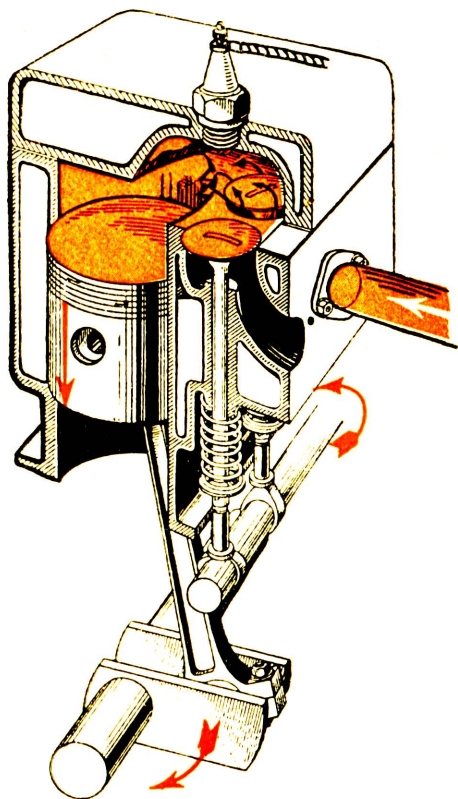
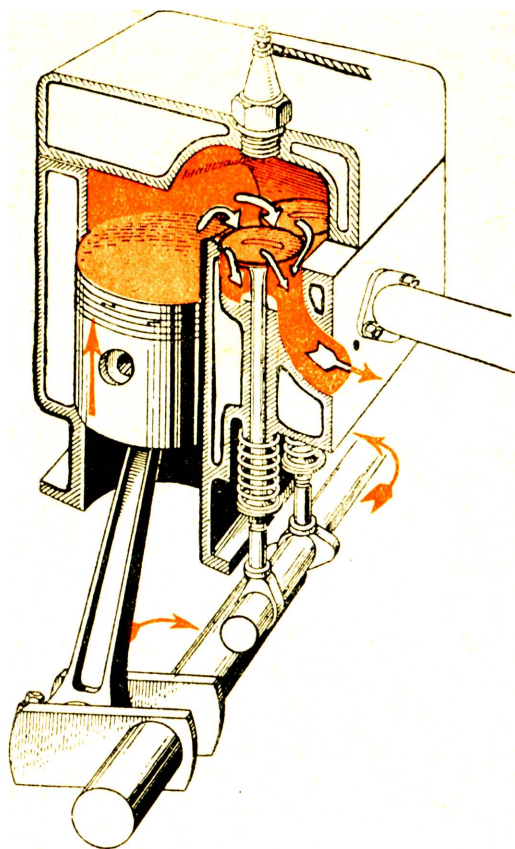
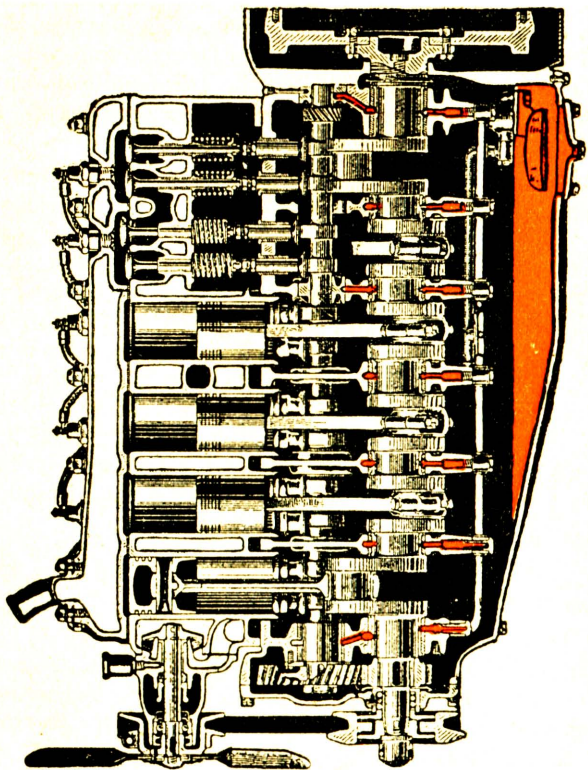

Рис. 3. Всасный сув.
Рис. 7. Сув вихлиний.
Рис. 8. Шестипіліндровий радіальний рушій.
Складові частини, конструкція і спосіб праці чотирохсувного рушія Отта з'ображені на рис. 3 до 8.
Підставою є **блок циліндрів** або вальців (рис. 8) прикритий згори **головою**, а знизу — **картером**. В циліндрах чи вальцях, певто докладно шліфованих отворах уміщений є **толок** в формі оберненого догори дном горшка, що може рухатися вгору і вниз. В толоці закріплений, при допомозі **пальця толокового**, **хитун** або гонок. Другий кінець хитуна, закріплений оборотово на коліні **валу колінчасто-**
го чи корбового, що може обертатися в **ложах** прикріплених до блоку циліндрів. Таким чином, хитун переносить посувний рух толока на колінчастий вал або навпаки. Ложа мають **панівки** вилляні білим металем (композицією) для охорони чопів. Коли коліно валу займе горішнє пряме (вертикальне) положення, то толоч знайдеться в горішньому крайньому положенні, яке зветься **горішнім мертвим положенням**. По обороті коліна о  $180^\circ$  в низ, толоч займе **долішнє мертве положення**. Рух толока з горішнього мертвого положення в долишнє або навпаки — звемо одним **сувом** або **тактом**. Рушій **чотирисувний** або **чотиротактний** виконує один перебіг праці, що стало повторяється, в чотирьох сувах чи тактах. Паливо в формі розпорошеної в повітря бензини входить до циліндра **всисним отвором**, який відчиняє і зачиняє **всисний хлипак** (рис. 3). Запалює суміш повітря з бензиною електрична іскра, що повстає в **запаловій свічці**. Свічка є вкручена в голові мотору і входить до так званого компресійного простору між толоком і головою мотору. Гази спалення виходять **вихлипним отвором** (гляди рис. 7), що відчиняється і зачиняється **вихлипним хлипаком**. Кожен циліндер (валець) має 2 хлипаки: всисний і вихлипний, що рухаються від **кулачкового вална**. Кулачковий валок одержує потіг від колінчастого валу через пару зубчастих коліс (гл. рис. 8). Циліндер і голова мають подвійні стінки, поміж якими пропливає вода, що холодить мотор, якщо він не холодиться повітрям.
1. **Сув всисний**. Толоч знаходиться в горішньому мертвому положенню, всисний хлипак саме відкрився. Обертаємо колінчастий вал (напр. при допомозі корби) вправо. Толоч рухається вниз і засисає через всисний провід і хлипак суміш (рис. 3). Толоч осягає долишнє мертве положення і всисний хлипак зачиняється.
4. **Сує вихлипний.** Силою розгону вал обертається дальше, толок рухається вгору (рис. 7) і викидає через відкритий вихлипний отвір газу спалення. В поблизу горішнього мертвого положення відкривається хлипак всисний і закривається вихлипний і, по переході мертвого положення, починається слідуючий перебіг праці.
2. Зламана пружина, що притискає хлипак до його гнізда (гл. рис. 3 до 8).